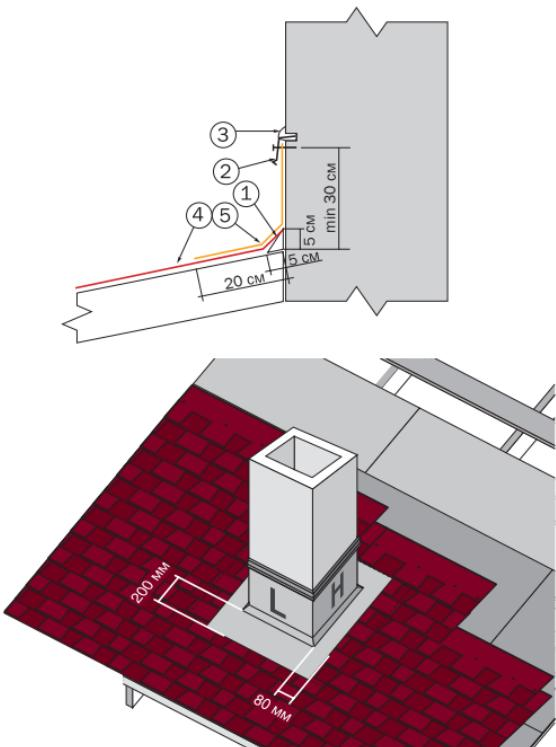
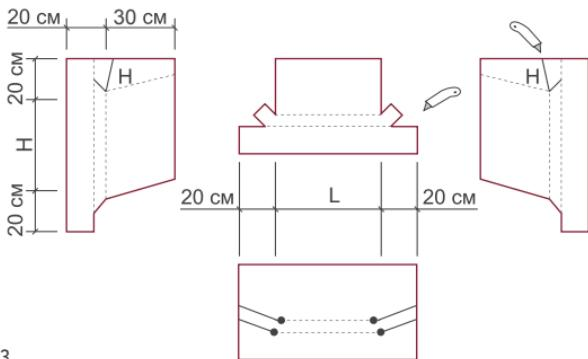
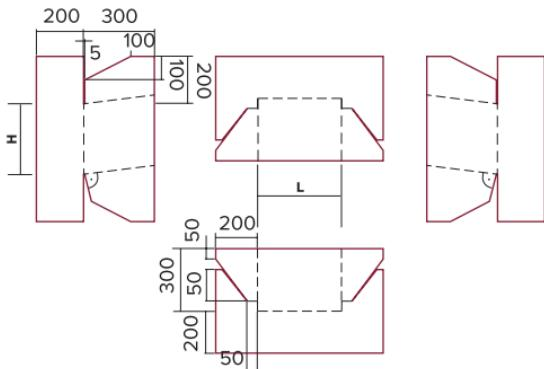

Рис. 22
Рис. 23
Рис. 24
В местах стыков ската кровли со стенами (рис. 22) набивается треугольная рейка (1), на которую заводится рядовая черепица (4). В качестве треугольной рейки может быть использован деревянный брус 50 × 50 мм, распущенный по диагонали, либо обычный деревянный плинтус (1). Если поверхность вертикальной стены кирпичная, то ее необходимо предварительно оштукатурить и праймировать. Поверх рядовой черепицы монтируются полосы ендового ковра ТЕХНОНИКОЛЬ (5) шириной не
Для герметизации дымовых и вентиляционных труб делают выкройку либо из ендовного ковра (рис. 23), либо из металла с антикоррозийным покрытием (рис. 24). Полученные выкройкигибаются или надрезаются в определенных местах. Способ монтажа показан на рис. 22. Первоначально монтируется лицевая выкройка с заводом на рядовую черепицу. Затем монтируется левая и правая, которые заводятся под черепицу. В последнюю очередь монтируется тыльная выкройка. При монтаже необходимо соблюдать принцип каскадности воды. Слева, справа и с тыльной стороны необходимо выполнить желоб шириной 8 см. Места сопряжения рядовой черепицы следует проклеить мастикой ТЕХНОНИКОЛЬ ФИКСЕР в местах отсутствия самоклеящегося слоя на величину 10 см и отрезать уголки для отбоя воды.